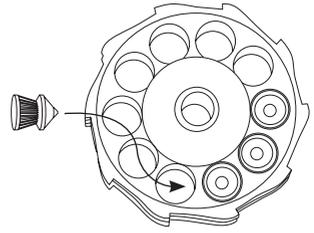
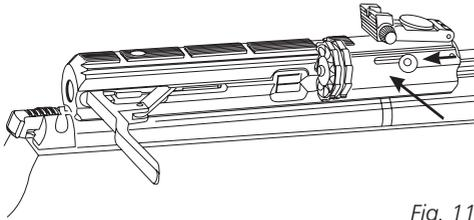

Fig. 8
Fig. 11
2. Montar de nuevo el cargador lleno. A continuación, suelte el perno de liberación del cargador para que se trabe en la parte trasera. (Fig. 8 & Fig. 11).